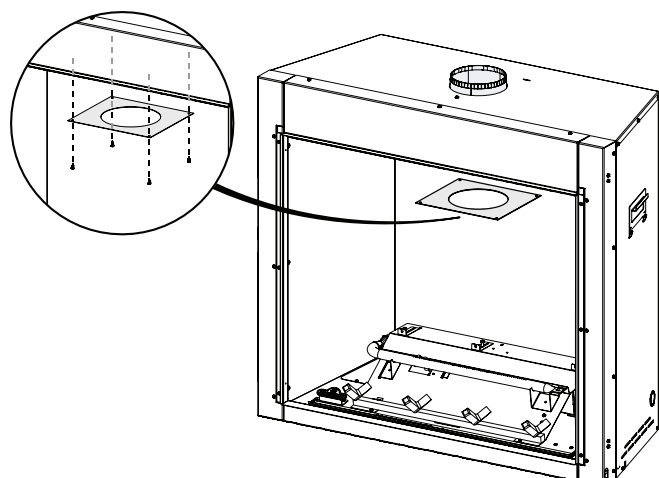

FIG. 1
1. Retirez les vis qui fixent le couvercle du kit de ventilation (FIG. 1).